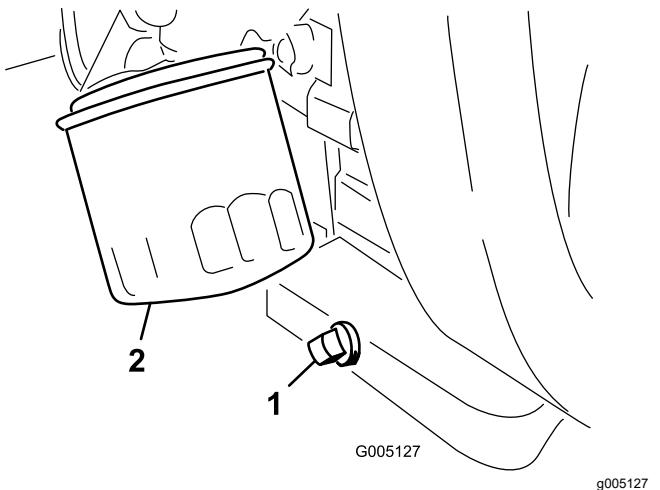

Bild 41
1. Entfernen Sie die Ablassschraube (Bild 41) und lassen Sie das Öl in die Auffangwanne ab.
2. Reinigen Sie das Gewinde der Ölabblassschraube, bringen Sie etwas PTFE-Dichtmittel auf und schrauben Sie die Ablassschraube wieder auf (Bild 41).
3. Entfernen Sie den Ölfilter (Bild 41).